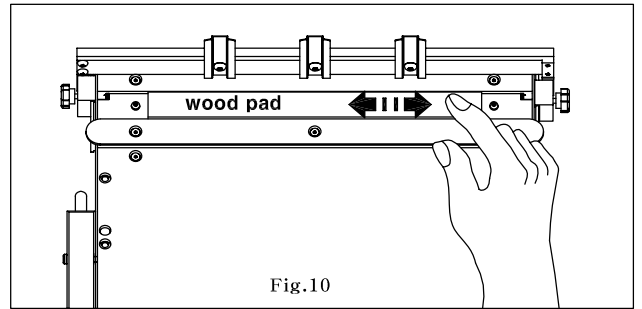

Fig.10
- 천공패드(14)을 고정된 위치에서 장시간 사용하면 천공자국이 깊게 파지고 그 상태에서 천공을 계속 하면 천공드릴이 쉽게 파손되거나 천공상태가 나빠지므로 약 200회 천공시마다 천공패드를 약간씩 좌우로 이동시켜 주어야 합니다(Fig.10).